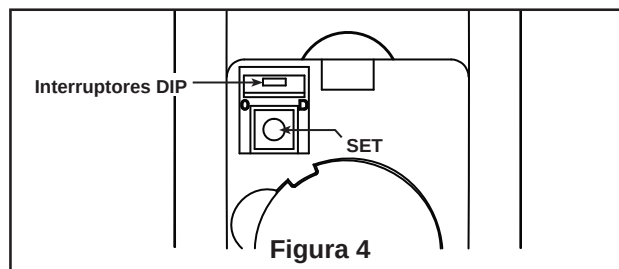

Figura 4
6. Configuración del mando a distancia y proceso de configuración de la velocidad (RPM): (Figura 4)